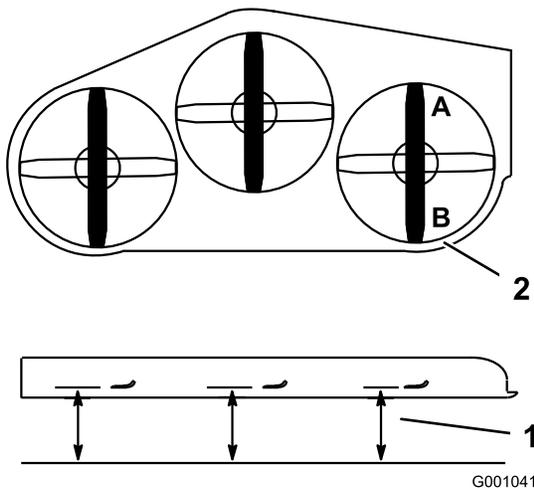

Figura 99
1. Disponete la lama **destra** in posizione longitudinale rispetto alla macchina (**Figura 99**).
2. Misurate ai punti A e B da una superficie piana fino al tagliente della punta della lama (Figura 99).
4. Misurate la lama destra al punto B da una superficie piana fino al tagliente della punta della lama (Figura 99).
6. La lama del tosaerba deve essere da 6 a 10 mm più bassa al punto A rispetto al punto B (Figura 99). In caso contrario eseguite la seguente operazione.